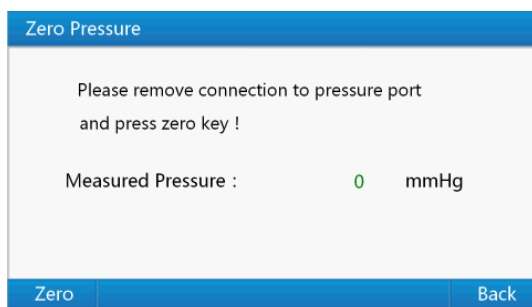

Figura 8 Interfaccia di azzeramento della pressione
- 2) Utilizzare i tasti su o giù all'interno di **"System Setup Menu"** per selezionare **"Zero Pressure"**, quindi premere il **"tasto di Invio"** per accedere all'interfaccia di azzeramento della pressione mostrata nella Figura 8.